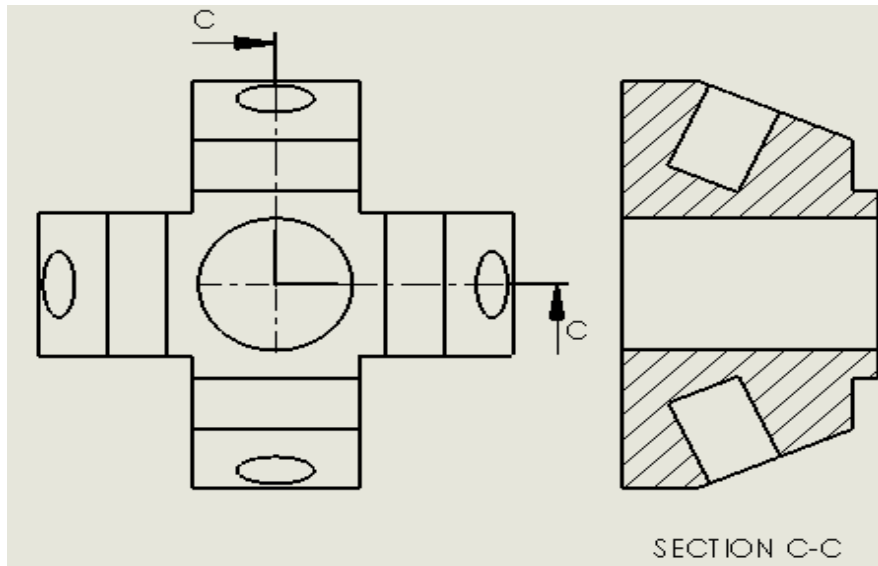

Figura 5.44.
-  **VISTA SECCIÓN ALINEADA:** Concede la oportunidad de realizar un corte de su modelo, para eliminar parte del mismo mediante el empleo de dos líneas de croquis conectadas en ángulo. (Figura 5.44).